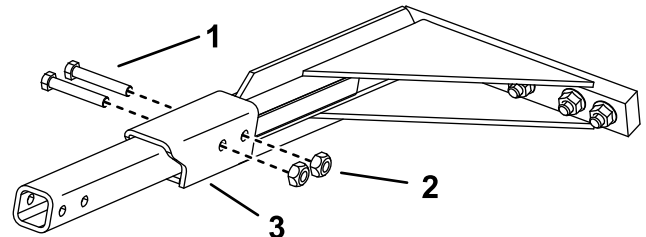

Figura 5
4. Si tiene una espada de más de 61 cm, coloque la extensión de la barra de seguridad (suministrada con la espada) sobre el extremo de la barra de seguridad y sujétela usando los 2 pernos y contratuercas suministrados con la extensión (Figura 5).